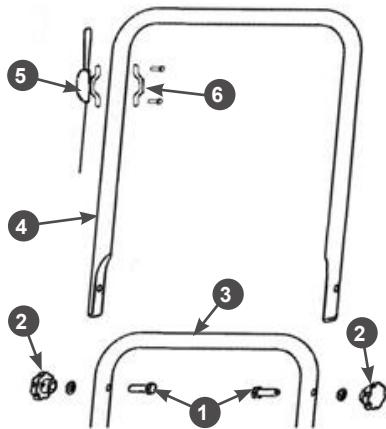

Рис. 2 Установка рабочей рукоятки
- Совместите отверстия в нижней части 3 и верхней части 4 рабочей рукоятки и вставьте с внутренней стороны рукоятки в эти отверстия болты 1 (Рис. 2).
- С внешней стороны установите плоские шайбы и закрутите гайки - барашки 2 до упора (Рис. 2).
- Установите рычаг газа с тросом 5 на рабочую рукоятку и закрепите его с помощью скобы крепления 6 и крепежа (Рис. 2).